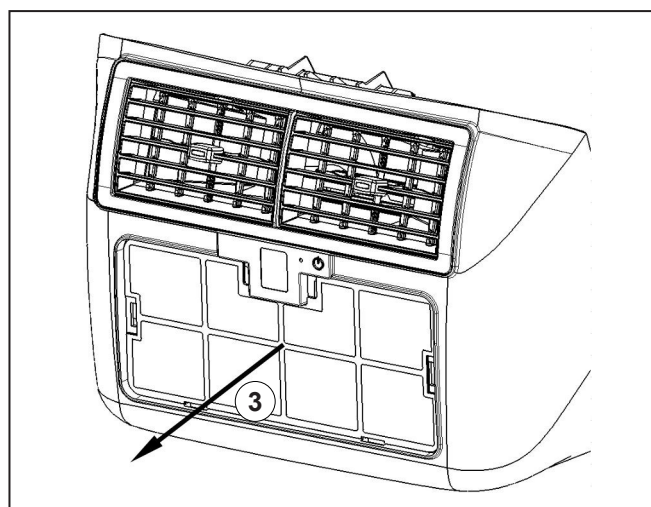

Fig. 8
2. Quitar el filtro ("Fig. 8" ref. 3).
3. Al terminar el mantenimiento, introducir de nuevo el filtro ("Fig. 8" ref. 3) y cerrar la rejilla frontal a presión